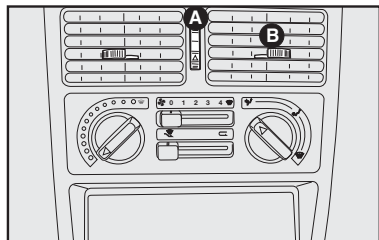

fig. 31
DIFUSORES ORIENTABLES Y REGULABLES - fig. 31 y 32
4) Mando para regulación de la cantidad de aire en los difusores centrales **A**-fig. 31: posición difusor cerrado.